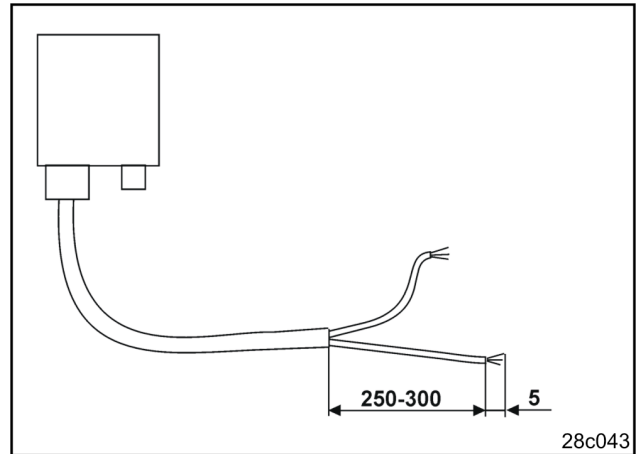

Fig. 5
- das Kabelende (Fig. 5) ca. 250 bis 300 mm abmanteln
- Die Kabelenden (Fig. 5) einzeln 5 mm abisolieren.